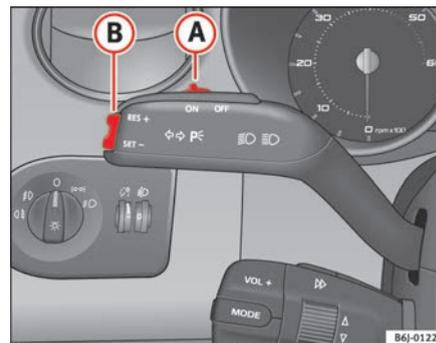

Fig. 103 Alavanca dos indicadores de direcção máximos: comando e interruptor basculante para o regulador de velocidade
- Premir brevemente a parte inferior do interruptor basculante **SET** ⇒ fig. 103 **(B)** uma vez, quando tiver sido atingida a velocidade que se pretende memorizar.